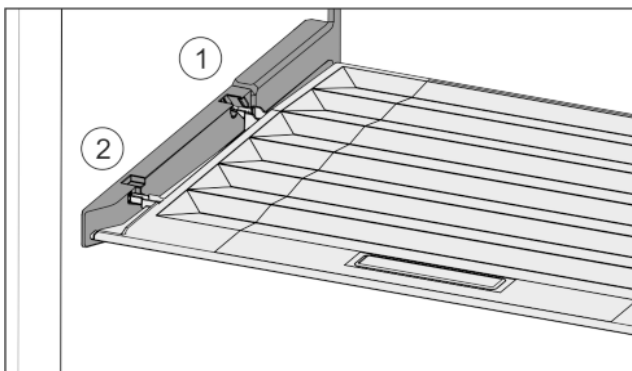

Fig. 33
- ▶ Robova predala vstavite nad odprtino zadnjega držala Fig. 33 (1), spredaj pa ju zataknete v držalo Fig. 33 (2).